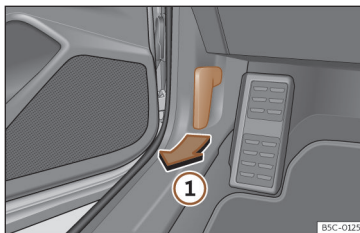

Fig. 206 Alavanca de desbloqueio no espaço para a zona dos pés do condutor.
- Abra a porta e puxe pelo manípulo que existe debaixo do painel de instrumentos >>> **Fig. 206 ①**.